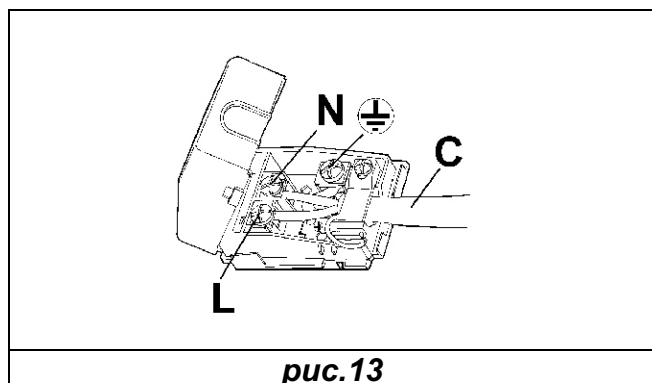

рис. 13
- Подсоедините к кабелю стандартную штепсельную вилку, соответствующую мощности, указанной на маркировочной табличке. Подсоедините провода согласно рис. 13, уделяя особое внимание следующим соответствиям: